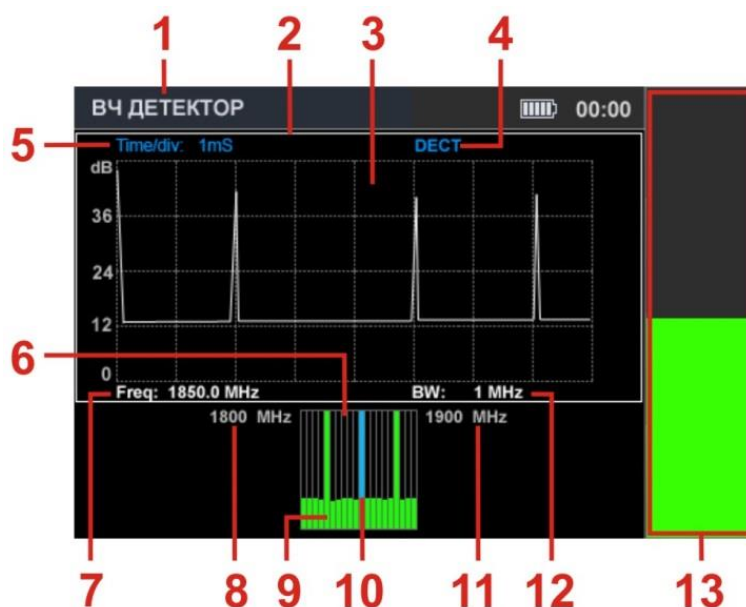

Рис.19
Экран прибора после включения функции представлен на рис.19.
Цифрами на рис.19 обозначено:
- ИНДИКАТОР уровня сигнала (рис.19, п.13);
- ОСЦИЛЛОГРАФ (рис.19, п.3);
- СПЕКТРОАНАЛИЗАТОР (рис.19, п.6).
В окне ИНДИКАТОРА отображает уровень сигнала на частоте маркера (рис.19, п.7) СПЕКТРОАНАЛИЗАТОРА (рис.19, п.10). В соответствующие окна выводятся осциллограмма и спектрограмма. Одновременно активно только одно из них. Оно выделяется белой границей (рис.19, п.2). Переключение между окнами ОСЦИЛЛОГРАФА и СПЕКТРОАНАЛИЗАТОРА, осуществляется с помощью кнопок  и .